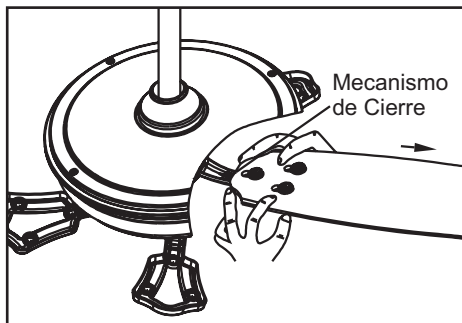

Figura 15b
- Mientras sujetas el aspa con ambas manos, desliza el aspa hacia el lado opuesto de la carcasa del motor con firmeza, hasta que se acople al mecanismo de cierre. Asegúrate de que el mecanismo de cierre en la parte posterior del soporte del aspa se eleve y toque el borde del aspa, lo que indicará una conexión segura (Figura 15b).